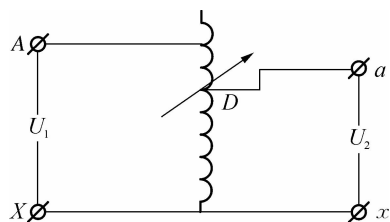

图 1-3-8 单相接触调压器原理图
(1) 单相调压器就是匝比连续可调的自耦变压器,当调压器电刷借于手轮主轴和刷架的作用,沿线圈的磨光表面滑动时,就可连续地改变匝比,从而使输出电压平滑地从零调节到最大值。
(2) 原理图 如图 1-3-8 所示。